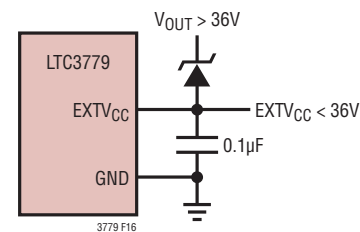

図 16. V_{OUT} と $EXTV_{CC}$ の間でのツェナー・ダイオードの使用
4. $EXTV_{CC}$ を外付けのツェナー・ダイオードを介してレギュレータ出力に接続します。出力電圧が 36V より高い場合は、ツェナー・ダイオードを使用して V_{OUT} と $EXTV_{CC}$ の間で必要な電圧を降下させ、 $EXTV_{CC}$ を 36V 未満に維持することができます (図 16)。この構成では、 $EXTV_{CC}$ に 0.1μF 以上のバイパス・コンデンサを接続することを推奨します。 $EXTV_{CC}$ と GND の間にオプションの抵抗を挿入して、ツェナー・ダイオードに適正なバイアス電流が流れるようにすることができます。